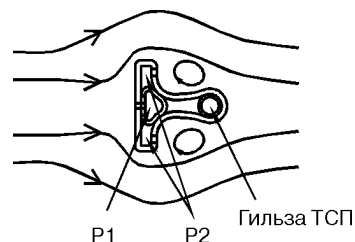

Рис. 1. ОНТ Annubar 485.
**ОНТ Annubar 485** (рис.1) представляет собой погружную конструкцию, использующую в основе профиль Т-образной формы. Такая конструкция применяется для измерения расхода в трубопроводах Ду от 50 до 2400 мм.